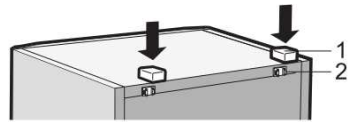

Fig. 1
- Retirer les deux cales d'espacement **(1)** et les placer sur les guides **(2)** dans la partie supérieure de la paroi arrière **(fig. 1)**.